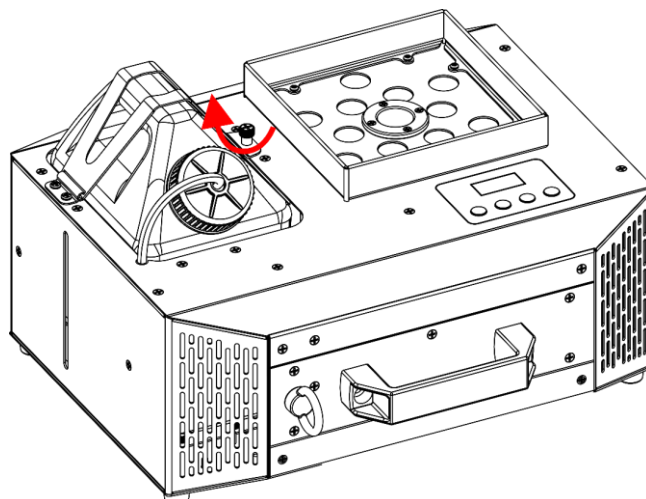

Fig. 47
- 12) Serrez la vis de sécurité du **support du réservoir (04)**, comme indiqué sur la Fig. 47.